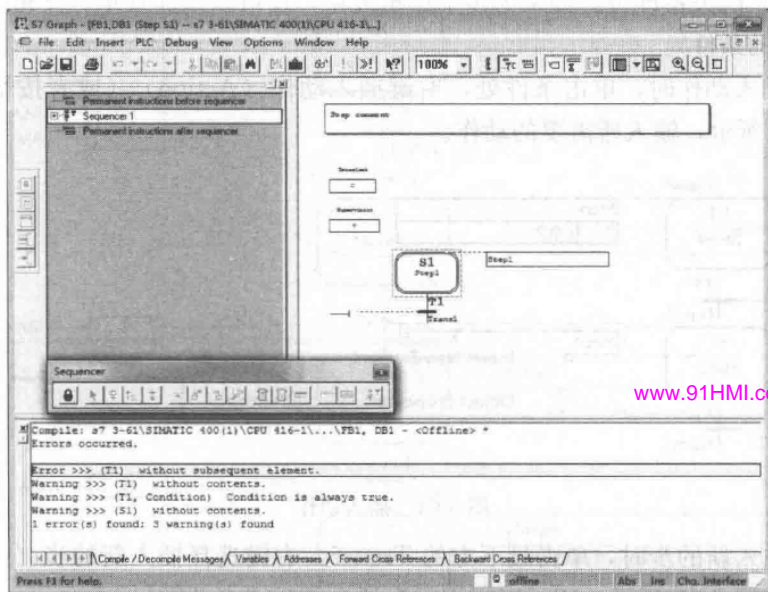

图 3-62 顺序功能图编辑器
- (3) 双击功能块 FB1, 打开顺序功能图编辑器, 如图 3-62 所示。